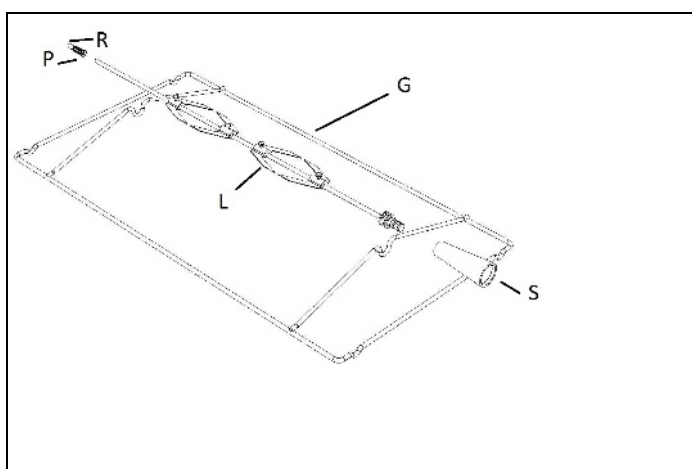

Fig. 21
- **Griglia con girarrosto (se applicabile):** Serve per grigliare utilizzando lo spiedo rotativo (Fig. 21). Inserire il portaspiedo (G) sulle griglie laterali al livello 3. Inserire la pietanza sullo spiedo e infilare il tutto nel forno, facendo entrare la punta dello spiedo nell'alberino che sporge nel laterale sx del forno e appoggiando lateralmente lo spiedo nell'alloggiamento del porta spiedo. Inserire la teglia sulle guide ad un livello inferiore, portare il termostato nella posizione relativa e premere il pulsante con il simbolo del girarrosto (versione forno elettrico).